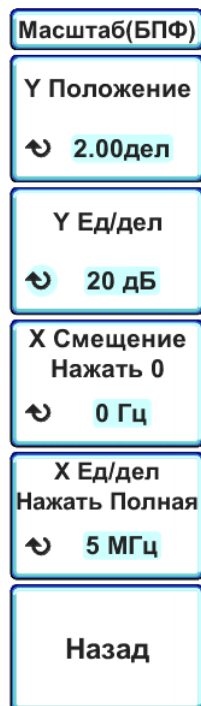

Рисунок 6.14 – Программное меню «Масштаб (БПФ)»
– нажать программную кнопку «Масштаб», чтобы перейти в подменю «Масштаб (БПФ)» (рисунок 6.14);
- Нажать программную кнопку «Масштаб» в меню «БПФ», чтобы перейти в подменю «Масштаб (БПФ)» (рисунок 6.14);